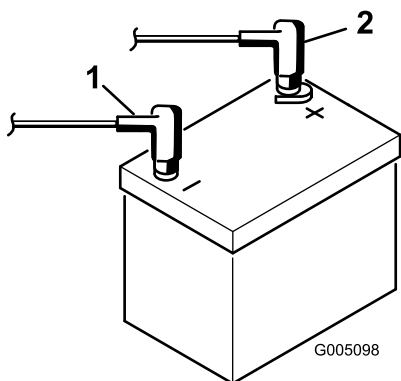

Рисунок 8
- Установите положительный кабель (красный) на положительную клемму (+), а отрицательный кабель (черный) на отрицательную (-) клемму аккумуляторной батареи и закрепите их болтами и гайками (Рисунок 8). Наденьте на положительную клемму резиновый чехол для предотвращения возможного замыкания на массу.